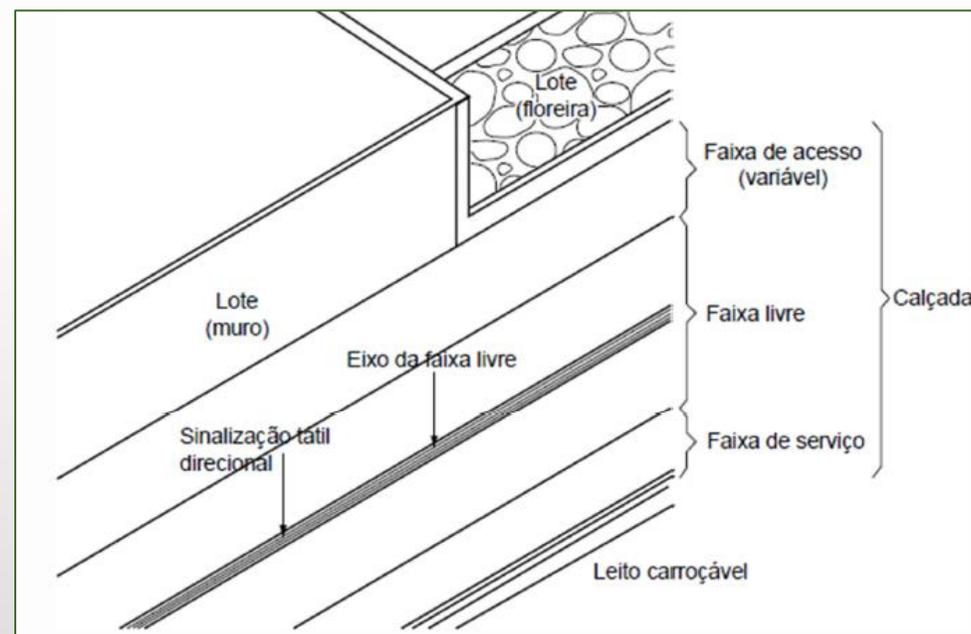

Figura 60 – Lotes em meio de quadra
- A sinalização tátil direcional **deve manter sua continuidade e linearidade ao longo de toda a faixa livre da calçada**, em pelo menos uma frente de quadra ou entre locais de travessia de pedestres. Devem ser adotadas soluções integradas **que evitem desvios desnecessários da sinalização tátil direcional ao longo da faixa livre**, conforme a Figura 60.